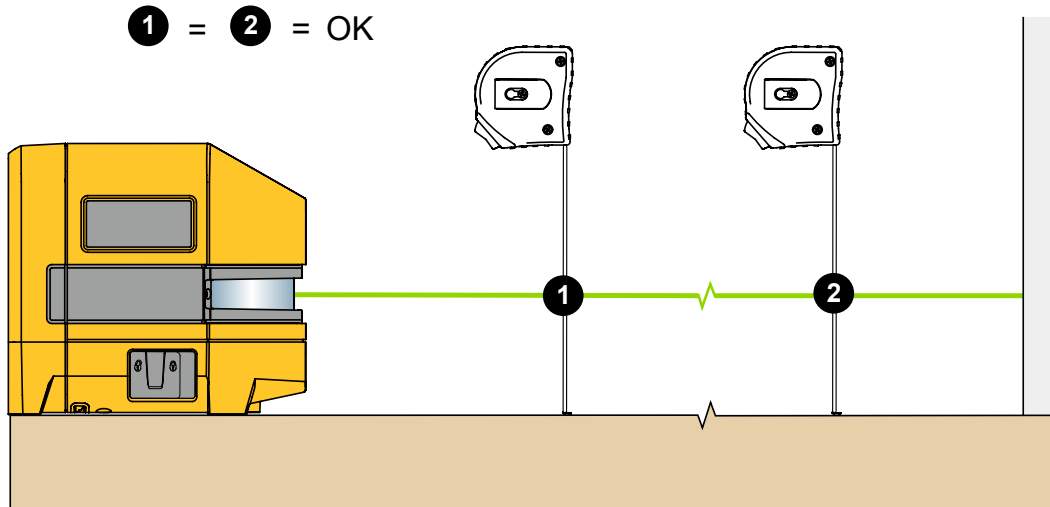

Abbildung 4. Vorhandene Elementausrichtung
3. Den Abstand vom Element zum Laser in verschiedenen Abständen vom Produkt messen. Siehe Abbildung 4.